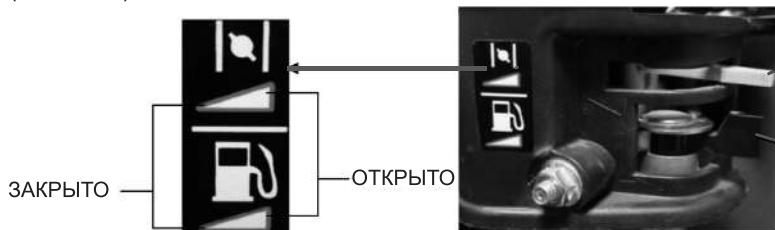

Рис. 21
1. Поставьте рычаг топливного крана в положение «ОТКРЫТО» (Рис. 21).
2. При запуске холодного двигателя переведите рычаг управления воздушной заслонкой в положение «ЗАКРЫТО» (Рис. 21).
7. После прогрева двигателя откройте воздушную заслонку, переведя рычаг воздушной заслонки в положение «**ОТКРЫТО**» (Рис. 21).
4. Закройте топливный кран, повернув его в положение «**OFF**» (ЗАКРЫТО) (Рис. 21)